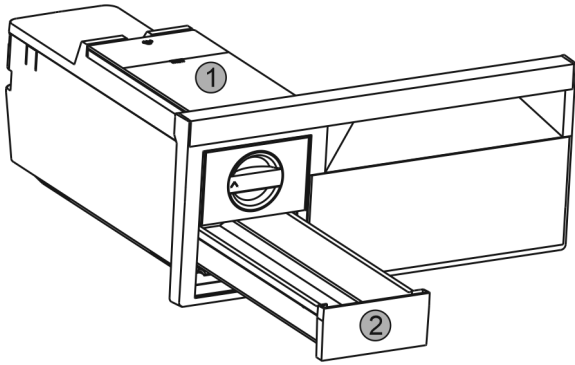

Fig. 66
- ▶ Watertank Fig. 66 (1) en ijsblokjeslade Fig. 66 (2) verwijderen.